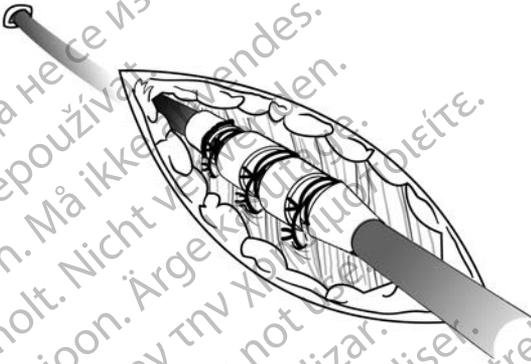

Abbildung 13. Beispiel einer Nahtmanschette, perkutane Implantationstechnik
1. Ziehen Sie die Einführschleuse ab, und schieben Sie die distale Nahtmanschette tief in das Gewebe hinein (Abbildung 13 Beispiel einer Nahtmanschette, perkutane Implantationstechnik auf Seite 36).